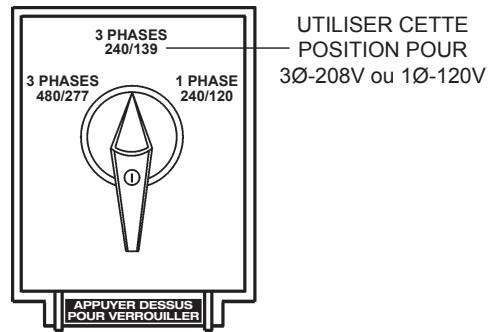

Figure 22. Commutateur de sélection de tension
1. Mettre le commutateur de sélection de tension dans la position 3Ø 240/139 comme indiqué dans la Figure 22.